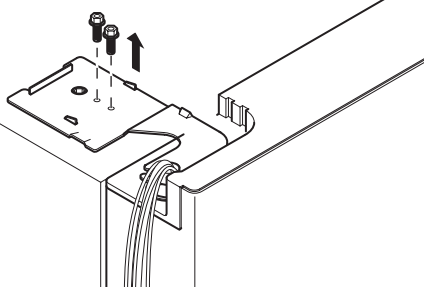

Fig. 4-7
1. Draai de schroeven van de scharnierafdekking los en verwijder de afdekking (fig. 4-7). Koppel met uitzondering van de aardekabel alle andere kabels los.